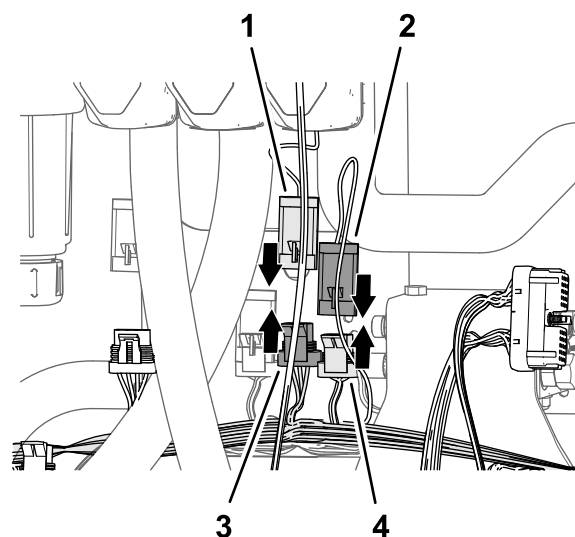

Figura 88
2. Conecte el conector de 3 pines de la rama de 89 cm (35") del arnés de fumigación del kit marcado MASTER VALVE al conector hembra de 3 vías del arnés de cables de la máquina marcado MASTER SPRAY VALVE (Figura 88).
arnés de fumigación del kit marcado MASTER VALVE (Figura 88).